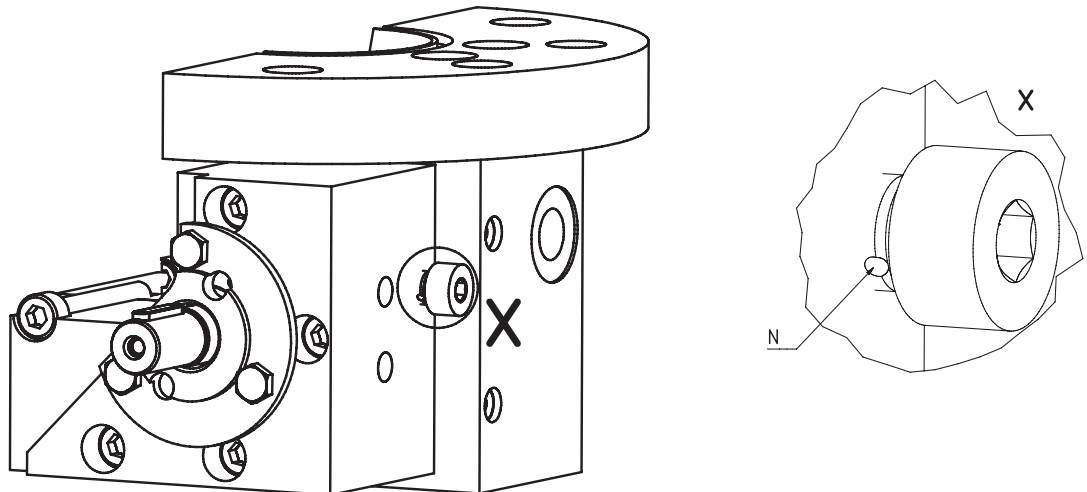

Рисунок 5.8 Вывинтить сливную пробку 46, чтобы стало видно сливное отверстие N
- 7.2 Медленно открывать сливной кран 46, пока не станет видно сливное отверстие N (рисунок 5.8, страница 31).